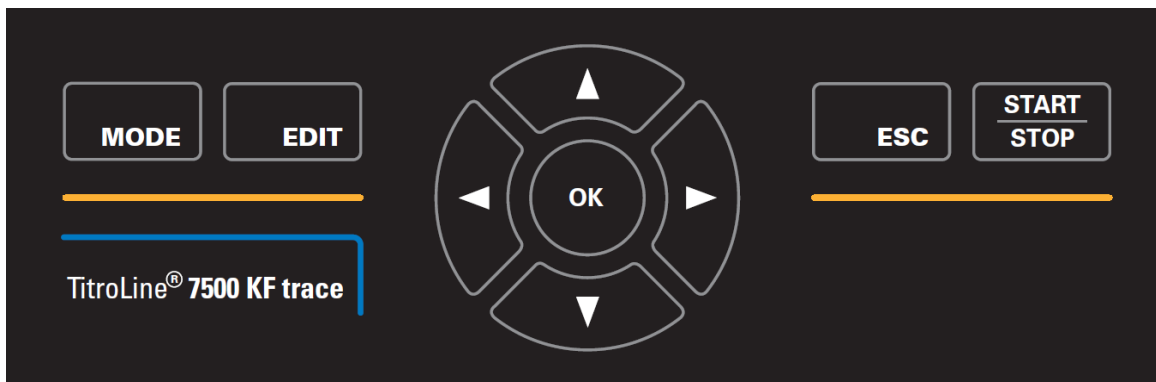

Fig. 16
**i** Todas las funciones, con excepción de la introducción de datos alfanuméricos (a-z, A-Z, 0-9) y de unas pocas funciones, pueden realizarse también utilizando el teclado frontal (Fig. 16).